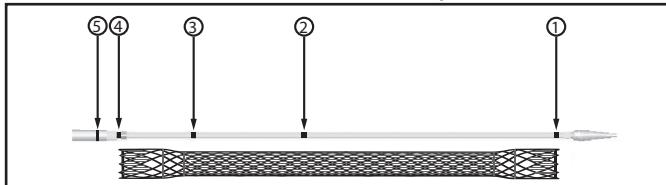
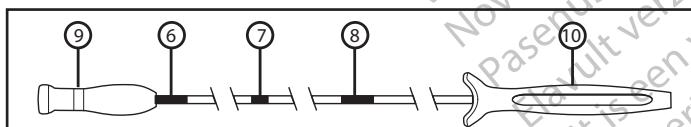

Figura 2. Sistema di rilascio e marcatori radiopachi (RO)
Figura 3. Sistema di rilascio, marcatori visivi e impugnatura
Sull'impugnatura del sistema di rilascio, sono presenti tre marcatori visivi per facilitare il posizionamento dello stent quando si utilizza la visualizzazione endoscopica (Figura 3). Il marcatore visivo più distale indica che lo stent è completamente vincolato sul sistema di rilascio (Figura 3, n. 6), un marcatore visivo indica che lo stent è dispiegato al 50% (punto centrale) (Figura 3, n. 7) e il marker visivo più prossimale indica il punto in cui non è più possibile vincolare di nuovo lo stent (Figura 3, n. 8).
Sono presenti cinque marcatori radiopachi (RO) per facilitare il dispiegamento dello stent durante la fluoroscopia (Figura 2). Sul tubo interno del sistema di rilascio, sono presenti due marcatori radiopachi (RO) che identificano le estremità dello stent vincolato (Figura 2, n. 1 e n. 4). Tra questi marcatori radiopachi (RO) sono presenti due ulteriori marcatori radiopachi (RO). Un marcitore radiopaco (RO) indica il punto centrale dello stent (Figura 2, n. 2). Un marcitore radiopaco (RO) sul tubo interno indica il punto in cui non è più possibile recuperare lo stent (Figura 2, n. 3). Il quinto marcitore radiopaco (RO) sull'estremità anteriore del tubo esterno indica in che misura lo stent è stato dispiegato (Figura 2, n. 5).
Sotto guida fluoroscopica, posizionare lo stent in modo che il marcatore 2 (Figura 2) sia al centro del tumore o della fistola. Ciò garantirà che lo stent copra correttamente tutto il tumore.
Avviare il dispiegamento dello stent afferrando l'impugnatura distale (quella più lontana dall'operatore, Figura 3, n. 9) del sistema di rilascio con una mano e con l'altra afferrare l'impugnatura prossimale (quella più vicina all'operatore, Figura 3, n. 10) mantenendola ferma. Tra le impugnature è presente un segmento con
alcuni marcatori visivi. Questi marcatori visivi aiutano l'operatore a dispiegare lo stent. Prima di dispiegare lo stent, è possibile visualizzare un marcatore in corrispondenza della posizione completamente vincolata/non dispiegata (Figura 3, n. 5).
Per dispiegare lo stent, afferrare l'impugnatura distale (quella più lontana dall'operatore, Figura 3, n. 9) con una mano e l'impugnatura prossimale (quella più vicina all'operatore, Figura 3, n. 10) con l'altra. Per dispiegare lo stent, tirare lentamente l'impugnatura distale verso l'impugnatura prossimale, mantenendo ferma l'impugnatura prossimale. Monitorare il rilascio dello stent sotto guida fluoroscopica e/o endoscopica, mantenendo i marcatori sul sistema di rilascio tra i margini identificati della stenosi. Se necessario, è possibile arrestare il dispiegamento e regolare la posizione dello stent in direzione prossimale senza recuperare lo stent prima di passare il marcatore che contrassegna il punto di recupero (Figura 3, n. 8). Se si è soddisfatti del posizionamento dello stent, procedere al dispiegamento totale.
- Lo stent può essere recuperato in qualsiasi punto fino ai marcatori che contrassegnano il punto di recupero (radiopaco, Figura 2, n. 3 e visivo, Figura 3, n. 8).
Nota: lo stent è totalmente vincolato se il marcatore visivo (Figura 3, n. 6) è completamente visibile.
- C. Richiedere la guaina del tubo esterno del sistema di rilascio spingendo l'impugnatura distale (Figura 3, n. 9) lontano dall'operatore. Estrarre lentamente il sistema di rilascio e il filoguida.